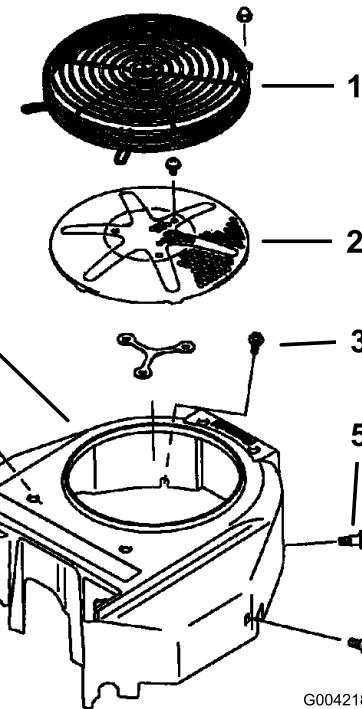

Figure 74
Avant chaque utilisation, enlevez l'herbe, les saletés et autres débris éventuellement accumulés sur la grille du moteur. Cela permet d'assurer un refroidissement et un régime moteur corrects, et réduit les risques de surchauffe et de dommages mécaniques du moteur (Figure 74).
3. Retirez la grille d'entrée d'air, le lanceur et le boîtier du ventilateur (Figure 74).
5. Reposez la grille d'entrée d'air, le lanceur et le boîtier du ventilateur (Figure 74).